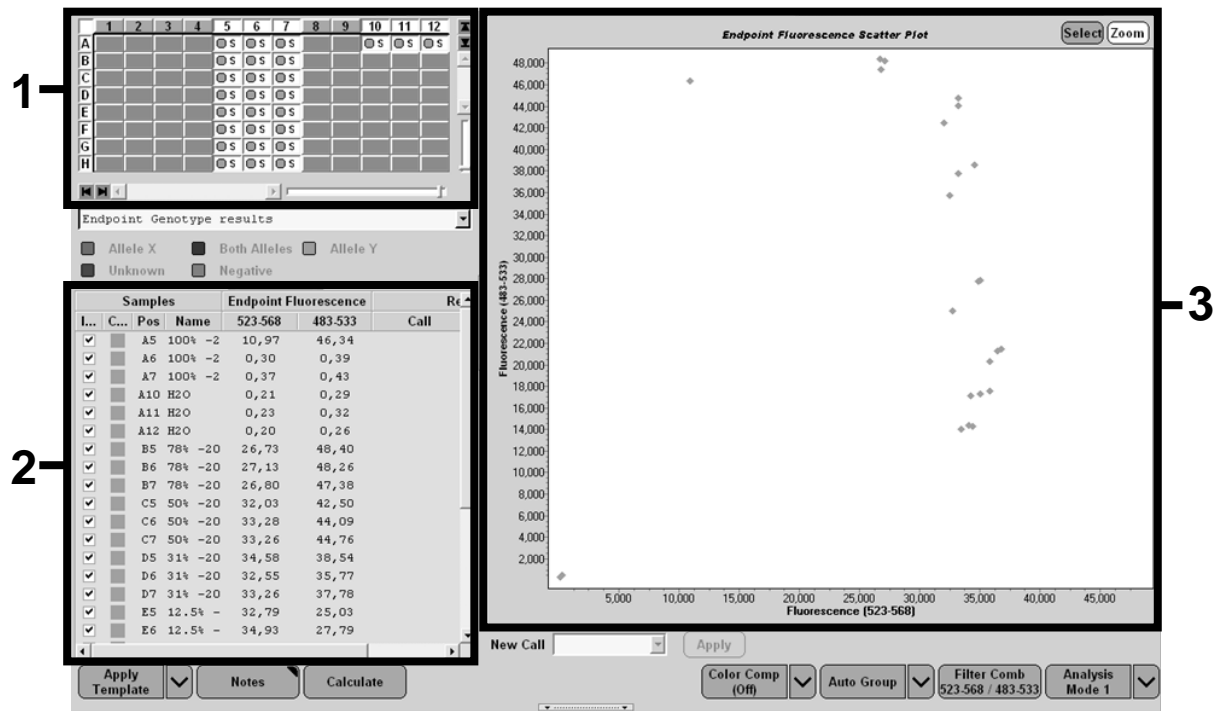

Figure 25. Présentation des données
16. La fenêtre suivante (figure 25) indique le schéma de plaque (1, en haut à gauche), les résultats de fluorescence pour chaque échantillon (2, en bas à gauche) et le graphe de discrimination allélique) (3, à droite ; fluorescences FAM et VIC mesurées au 50^{ème} cycle de PCR).